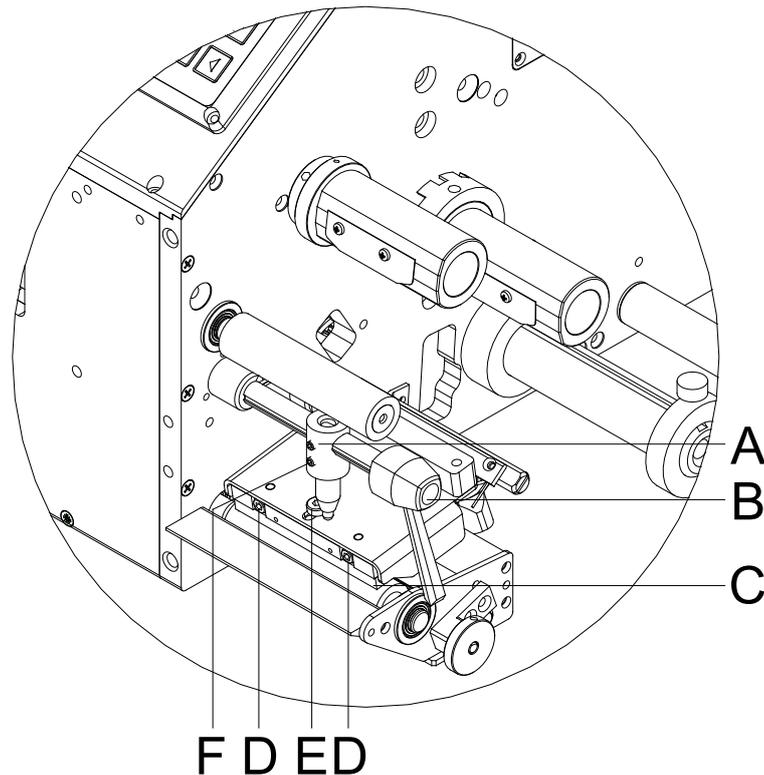

Abbildung 13
1. Befestigungsschraube (E, Abbildung 13) mit einem Innensechskantschlüssel ca. $\frac{1}{4}$ Umdrehung lösen.
2. Parallelität mit den Stellschrauben (D, Abbildung 13) einstellen.
4. Befestigungsschraube (E, Abbildung 13) wieder anziehen.
1. Andruckschraube (F, Abbildung 13) drehen, um den Druckkopfdruck zu verändern.
3. Der Druckkopf wird mit einem Andruckfinger (A, Abbildung 13) angedrückt. Die Position des Andruckfingers muss auf die Breite des verwendeten Etikettenmaterials eingestellt werden, um: